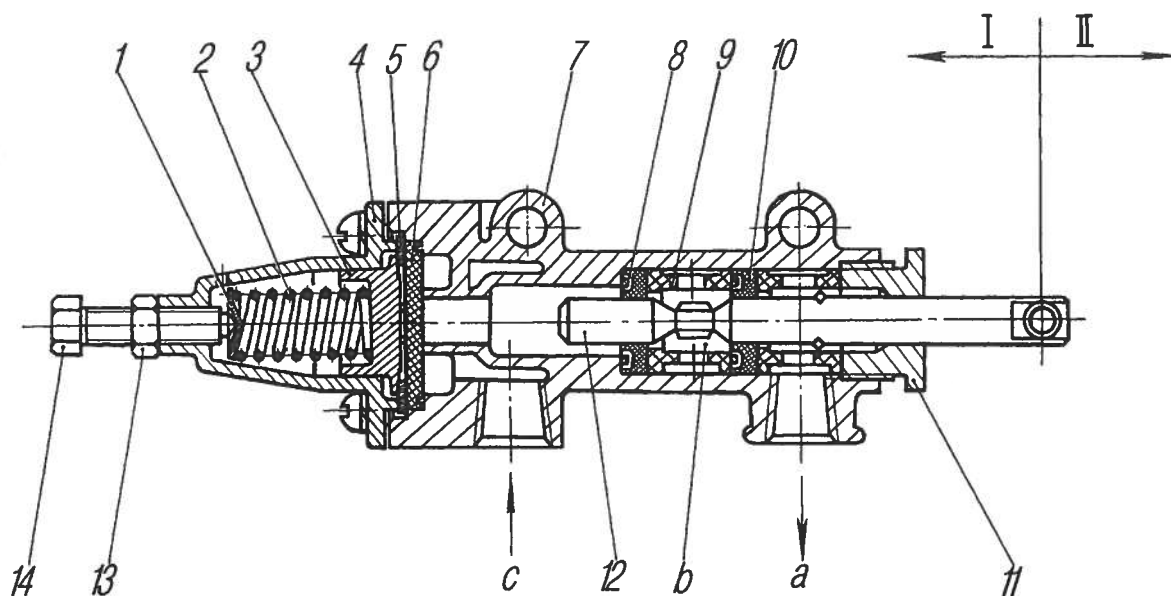

Рис. 50. Кран управления давлением:
**Кран управления давлением** золотникового типа, состоит из корпуса 7 (рис. 50), в котором установлены манжеты 10 и золотник 12. При перемещении золотника вдоль оси имеющаяся на нем кольцевая проточка соединяет полость крана с атмосферой или нагнетающей магистралью. Клапан-ограничитель, служащий для отключения системы накачки шин при падении давления воздуха в пневмосистеме автомобиля ниже 600 кПа (6 кгс/см2), регулируют болтом 14.